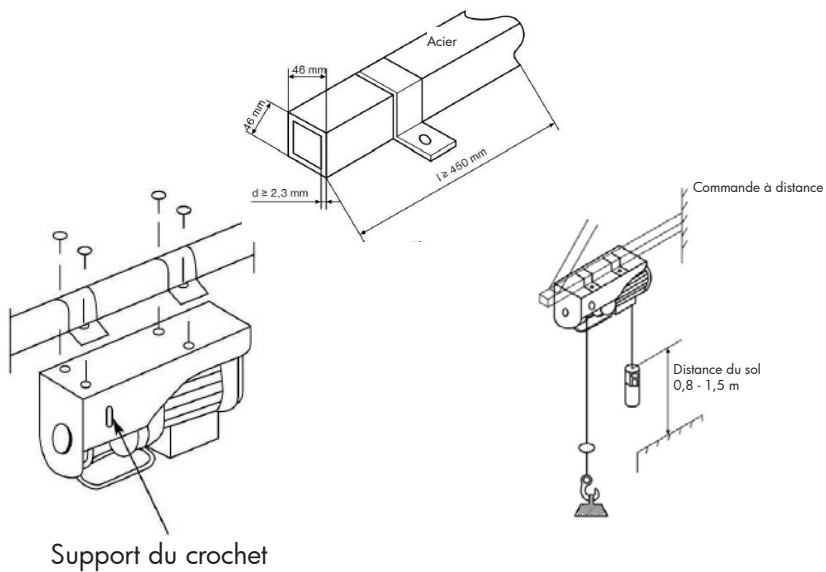

Fig. 2 - 3
1. Installez le treuil sur une poutre en acier (voir fig. 2). Utilisez uniquement le support de montage fourni, qui peut être fixé en haut du boîtier au moyen des vis, rondelles et rondelles à ressort. La poutre en acier doit être capable de supporter au moins le double du poids de l'appareil. Contactez un installateur professionnel pour un meilleur résultat.
2. La poutre d'acier doit avoir un diamètre de 46 mm, une épaisseur de parois d'au moins 2,3 mm et une longueur d'au moins 450 mm (voir fig. 2, en bas).